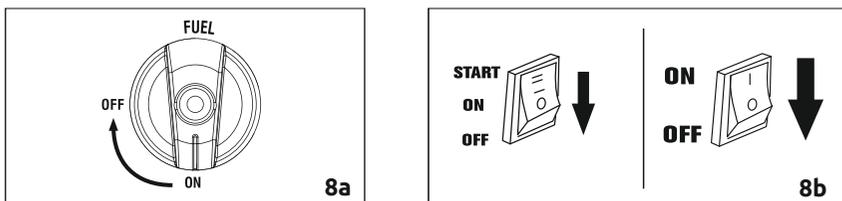

Рисунок 8 – Остановка двигателя
- Переведите клапан топлива в положение OFF (рис. 8а).
- Для остановки двигателя, переведите тумблер в положение STOP (рис. 8б).